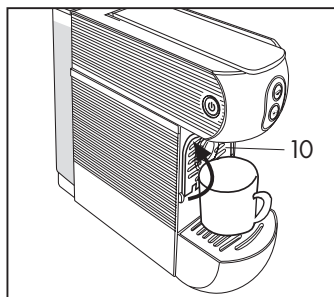

Fig. 5
- Controllare che non ci siano capsule all'interno e accendere la macchina azionando l'interruttore principale (11).
- Chiudere il supporto tazza piccola (10) e posare una grande tazza vuota sotto il beccuccio erogatore (4). **(Fig. 5)**
Aprire il supporto (10) per preparare correttamente un caffè espresso e per utilizzare le tazze piccole **(Fig. 7)**. Per l'utilizzo di tazze grandi, chiudere il supporto (10) e posizionare la tazza direttamente sulla griglia raccogli gocce **(5)**. **(Fig. 5)**